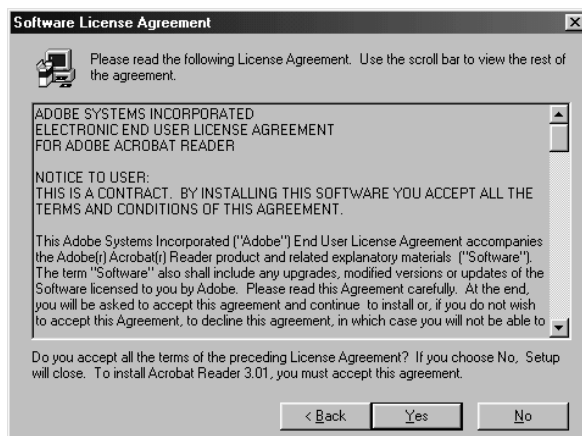

Figure 24 : contrat de licence
2. Cliquez sur 'Next' pour poursuivre l'installation. La Figure 24 est affichée.
3. Cliquez sur 'Yes' pour accepter les conditions de la licence (Figure 24) et pour poursuivre l'installation.